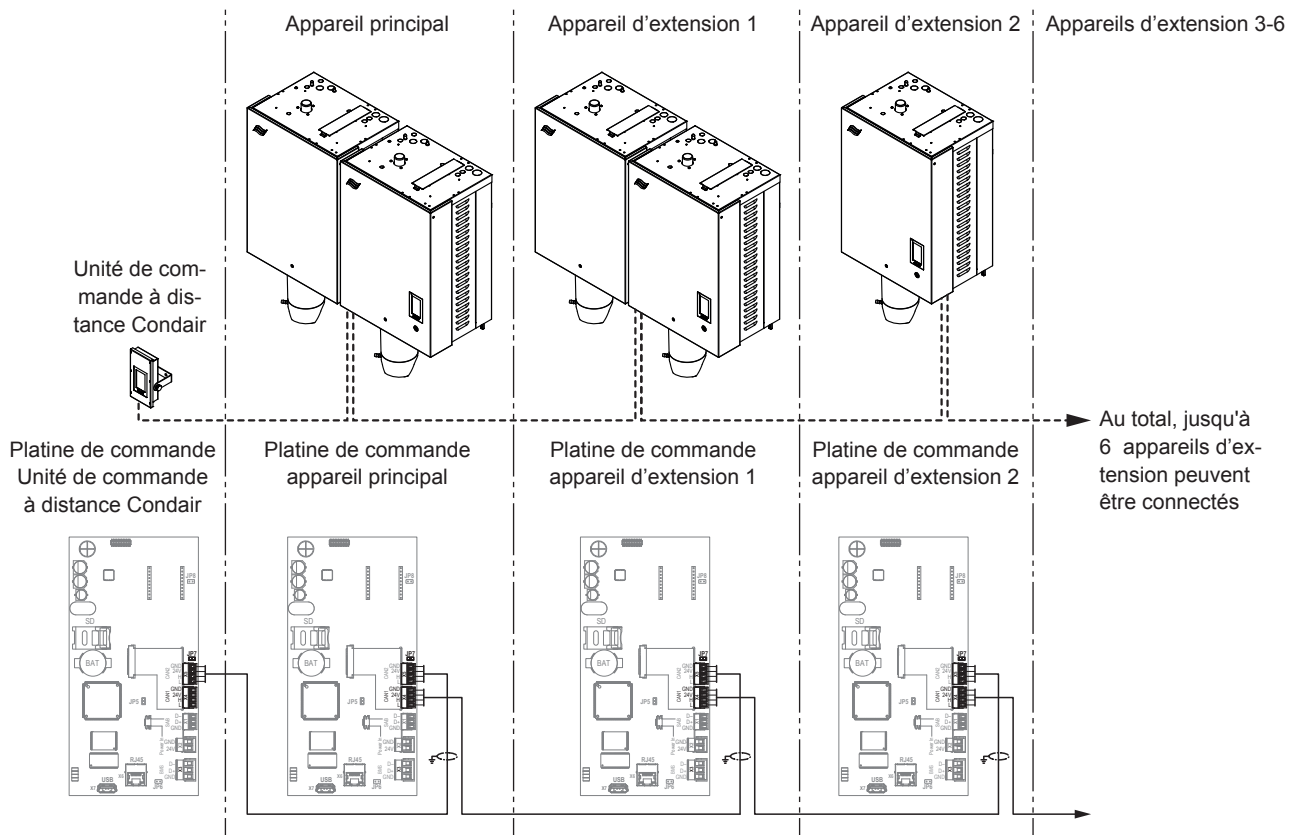
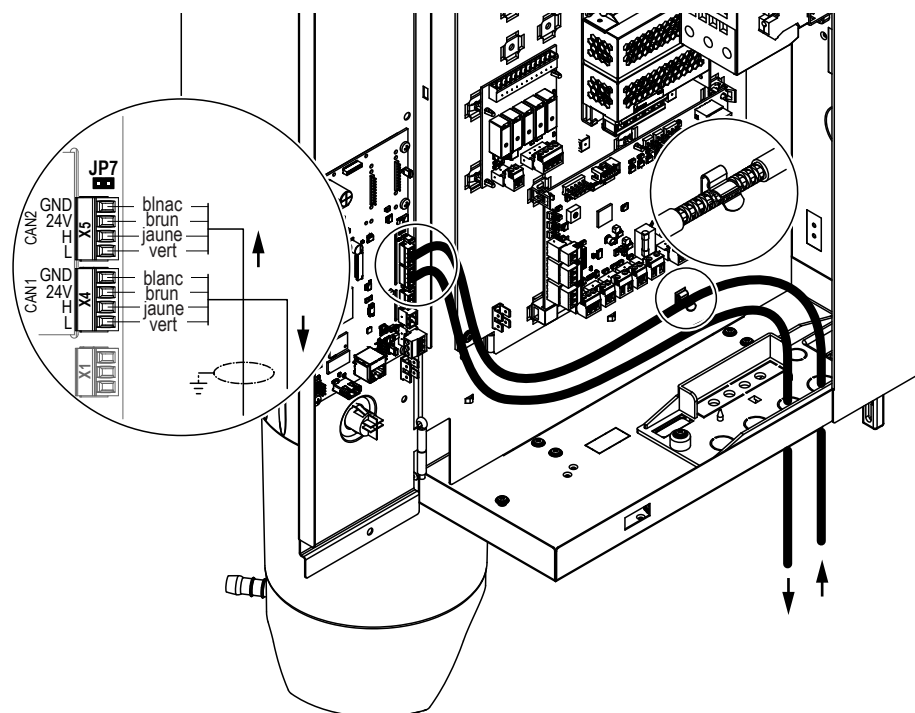

Fig. 32: Connexion de plusieurs appareils (système réseau d'appareils)
Fig. 33: Raccordement câble de bus CAN / blindage
Connectez plusieurs appareils comme suit (voir Fig. 32) :
2. Raccordez tous les appareils du "système réseau d'appareils" à l'aide des câbles de bus CAN préconfectionnés fournis, conformément au schéma dans Fig. 32 et Fig. 33.
- Clipsez le blindage dégagé du câble de bus CAN préconfectionné provenant de l'appareil précédent dans le support de serrage dans le boîtier de commande de l'humidificateur de vapeur, comme illustré dans Fig. 33.
- Connectez le(s) câble(s) du bus CAN au bornier correspondant sur la carte de commande de chaque appareil (câbles entrants sur "X5" et câbles sortants sur "X4"), comme indiqué dans Fig. 33.